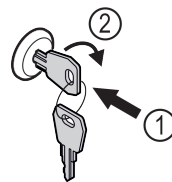

Fig. 204
- ▶ Schlüssel hineindrücken. Fig. 204 (1)
- ▶ Schlüssel um 90° im Uhrzeigersinn drehen. Fig. 204 (2)